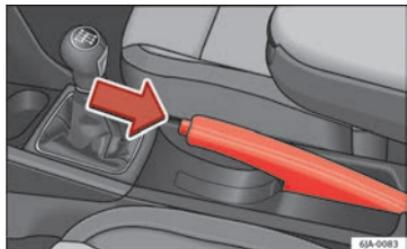

Fig. 102 Consola central: travão de mão
- Puxe ligeiramente a alavanca e, **ao mesmo tempo**, pressione o botão de libertação ⇒ Fig. 102.